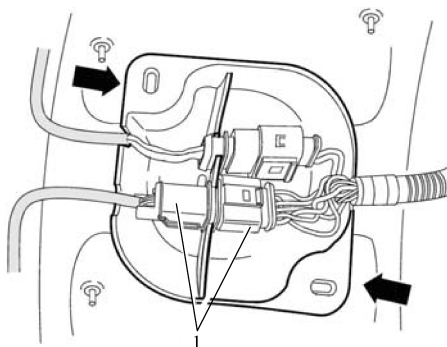

图 6-5 脱开后氧传感器插头
④ 拉出并脱开三元催化转化器后的氧传感器插头 1，如图 6-5 箭头所示。